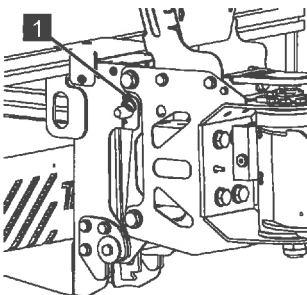

Abb. 160
5. Federsplint (Abb.160/1) in den Verriegelungsbolzen einsetzen.